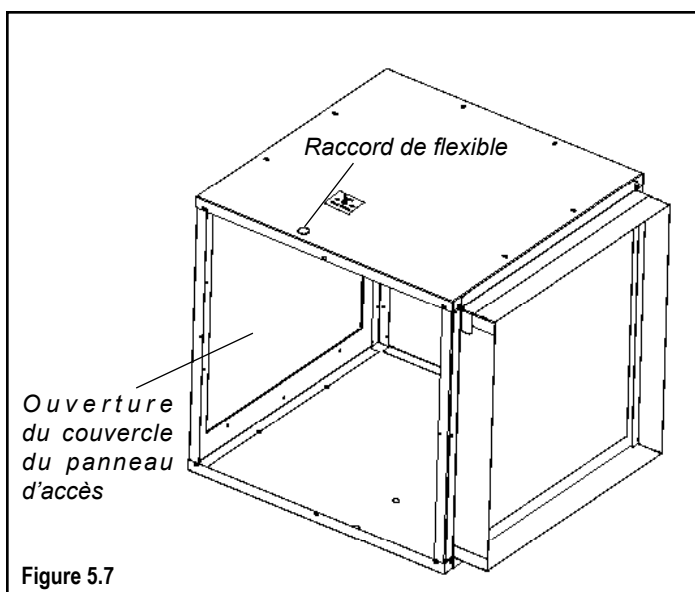

Figure 5.7
6. Ouvrez les deux alvéoles défonçables en haut de l'enceinte, et installez le raccord du flexible et le commutateur. Figure 5.7 **Remarque:** Assurez-vous que la vis de pression sur le raccord du flexible n'est pas orientée vers l'extrémité chaudière de l'enceinte quand le contre-écrou est entièrement serré. L'enceinte de filtre peut maintenant être montée sur la chaudière.